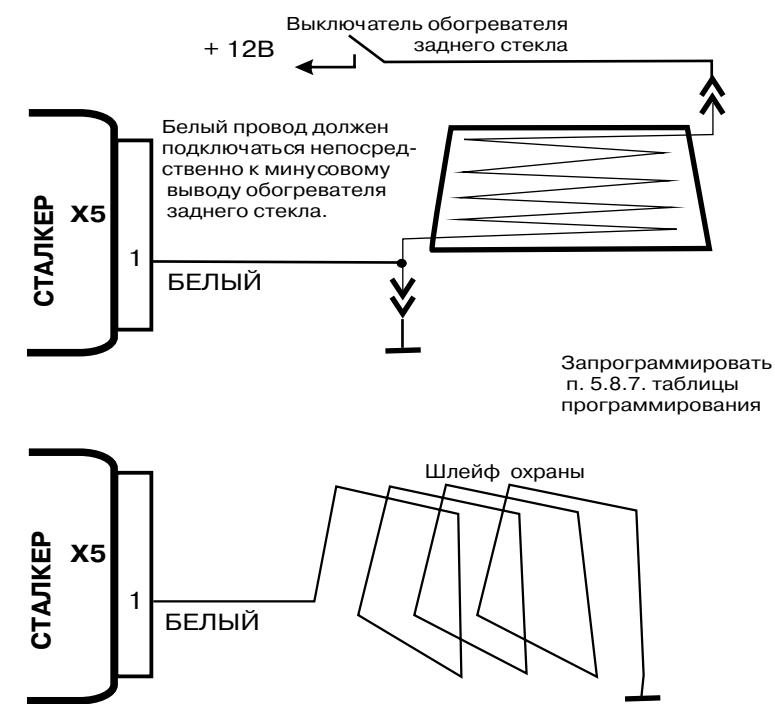

Рис. 2. Варианты подключения зоны охраны аксессуаров
5. В качестве зоны охраны можно также использовать сервисный(-) вход X5/1 - см.рис.2.
При снятии заднего стекла злоумышленник получает доступ к аксессуарам, находящимся внутри автомобиля. Чтобы отреагировать на покушение, в автомобильном охранном комплексе СТАЛКЕР 600NB предусмотрена зона охраны аксессуаров (рис.2). При предварительно запрограммированном п.5.8.7 ее срабатывание происходит в момент разрыва контакта между сервисным входом X5/1 и -12В.